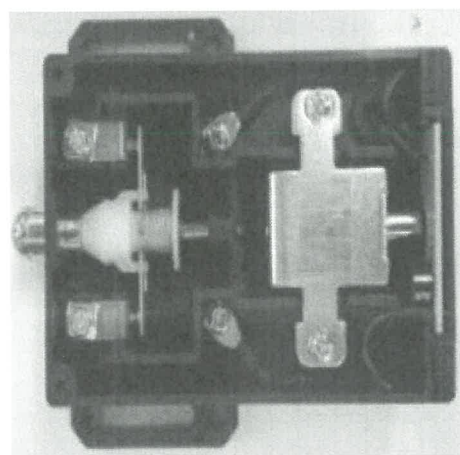

图 4
2.3.3. 单触点带远程复位开关结构示意(图 4)。复位电磁铁的连续通电时间应 ≤ 30 秒，连续通电间隔时间应大于 10 分钟。